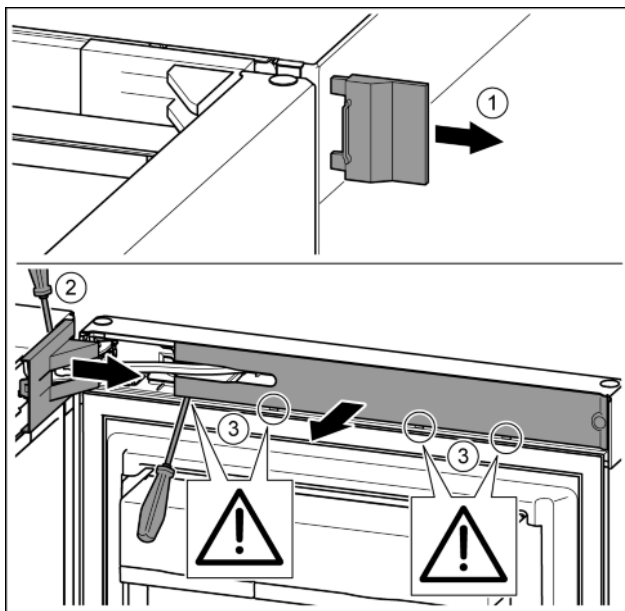

Fig. 9
- ▶ Äußere Abdeckung abnehmen. Fig. 9 (1)
- ▶ Lagerbockabdeckung mit Hilfe eines Schraubendrehers ausrasten und lösen. Lagerbockabdeckung abnehmen. Fig. 9 (2)
- ▶ Blende mit Schlitzschraubendreher ausrasten und zur Seite schwenken. Fig. 9 (3)